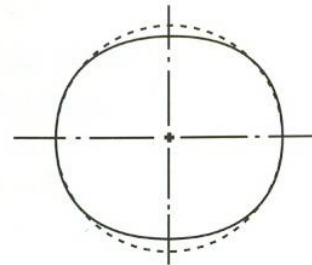

Fig. 2.
3. Los de M8 bout en neem de schroefkop met werkstuk en al uit de kamer en plaats deze terug met de markering op positie "6" in Fig 1. Daardoor wordt als de tegenoverliggen zijde als de volgende aangeboden. Dit helpt het roterende werkstuk zoveel mogelijk in balans te houden en slingeren te verminderen. Zeker de schroefkop opnieuw met de M8 en stel de verplaatsing van het center opnieuw in als eerder gebruikt. Draai nu de tweede zijde. Op dit punt, met één paar zijden gedraaid, ziet het werkstuk er uit als in Fig 2.